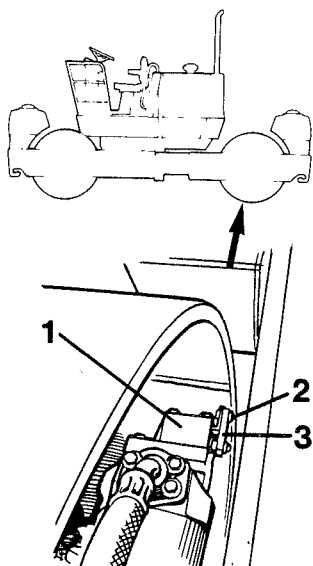

Fig. 19
- Dévisser la vis (2) de la soupape de dérivation (1) et tirer le bras (3) vers le haut, voir fig. 19.
Remettre le bras (3) de la soupape de dérivation à sa position initiale après le remorquage, voir fig. 19. Bloquer à l'aide de la vis (2).